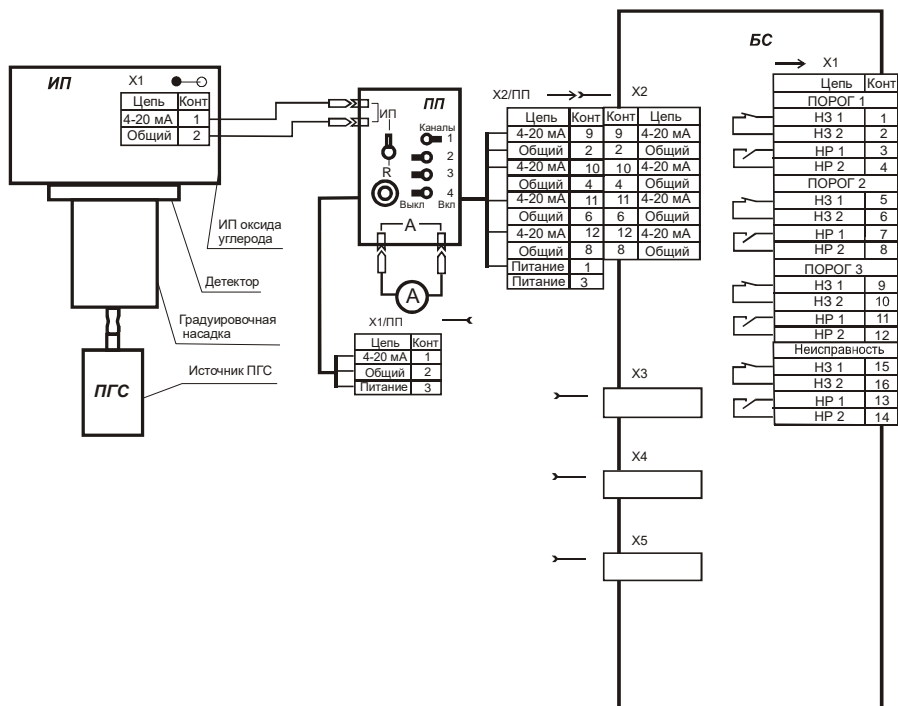

РИС. 9
3.2.1. Порядок градуировки измерительных каналов. Схема градуировки представлена на рис. 9.